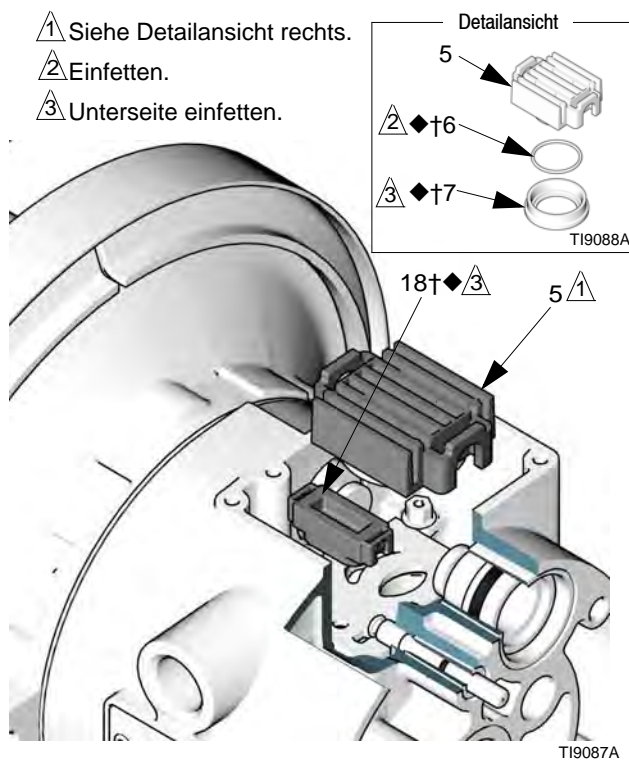

ABB. 6
3. Den Ventilmitnehmer (5) auf mittlere Position schieben und aus der Aussparung herausziehen. Ventilkopf (7) und O-Ring (6) vom Mitnehmer abnehmen. Mit einer Nadelzange das Schaltventil (18) gerade nach oben und aus der Aussparung herausziehen. Siehe ABB. 6.
7. Die Unterseite des Schaltventils (18†◆) einfetten und das Ventil so einbauen, dass seine Zungen in die Nuten an den Enden der Führungsstifte (16) einrasten. Siehe ABB. 6.
8. Den O-Ring (6†◆) einfetten und im Ventilkopf (7†◆) anbringen. Den Ventilkopf auf den Ventilmitnehmer (5) drücken. Die Unterseite des Ventilkopfs einfetten. Siehe ABB. 6.
9. Den Ventilmitnehmer (5) so anbringen, dass seine Zungen in die Nuten am schmalen Ende der Stellmotorkolben (11) einrasten. Siehe ABB. 6.